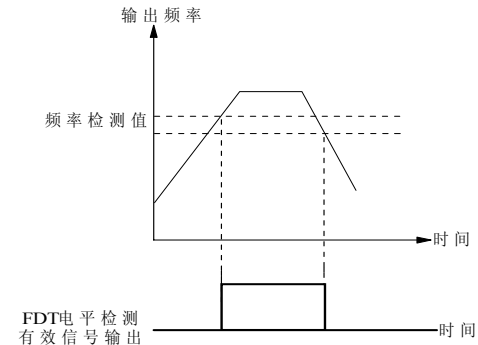

图 5-3-9 频率检测FDT
- ◆ 当输出频率大于或等于上行频率检测值时, Y输出指示信号。在输出频率下降过程中, 如果输出频率低于下行频率检测值, 则关闭输出信号。(如图5-3-9所示)。